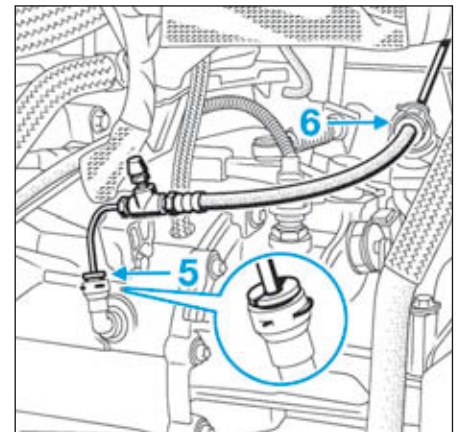

FIG.4
- Débrancher la canalisation de commande de l'embrayage en (5) (Fig.4).
- Dégraffer la canalisation de commande de l'embrayage en (6).